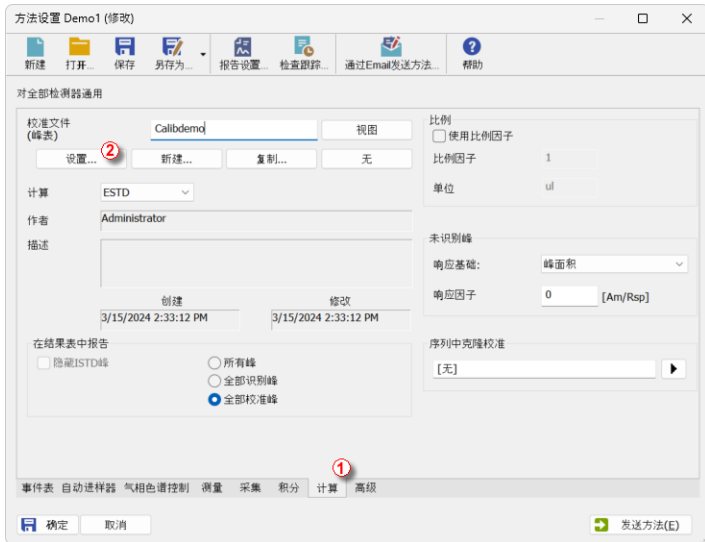

图18: 方法设置-计算选项卡
- 返回仪器窗口并使用方法-计算... 命令直接在计算选项卡上打开方法设置对话框，① 如所示第29页第图18。或者，您可以使用方法菜单中的任何命令，然后选择计算选项卡。所有这些部分(以及其他部分)都是方法的一部分;因此它们出现在同一个对话框中，但是在不同的选项卡上。
- 点击设置按钮② 选择校准文件并关联至方法。